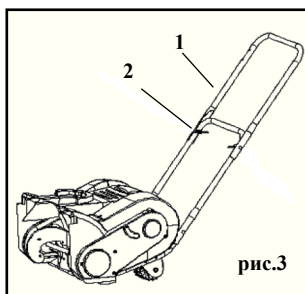

рис.3
5.2 Установка верхней части ручки (рис.3).